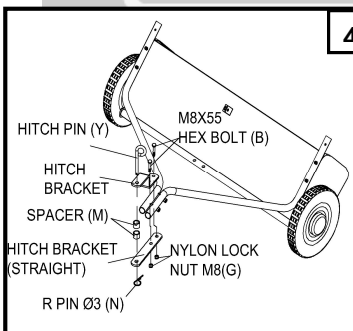
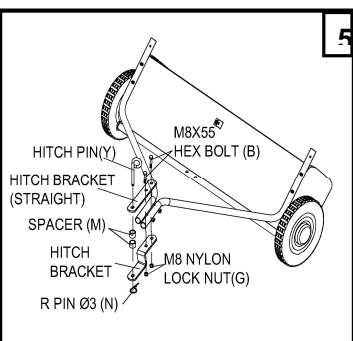

Abbildung 4:
Abbildung 5:
Die beiden Rohre mit zwei M8 x 75 Schrauben (A), und M8 Kontermuttern (G) sammeln. Noch nicht festschrauben. Wenn Ihr Traktor 26cm bis 34cm Bodenhöhe hat, siehe Abbildung 4. Wenn Ihr Traktor 21cm bis 26cm Bodenhöhe hat, siehe Abbildung 5.
Siehe Text Abbildung 4